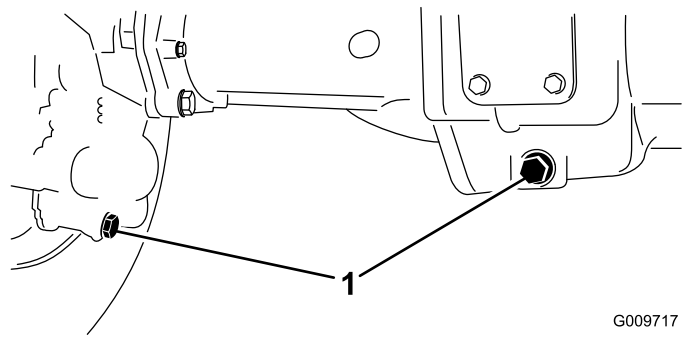

Bild 59
2. Reinigen Sie den Bereich um die drei Ablassschrauben, d. h. jeweils eine an jedem Ende und eine in der Mitte (**Bild 59**).